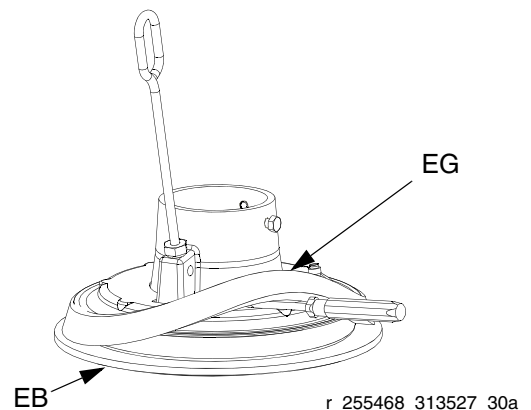

FIG. 11
1. *Trabajando desde el fondo*, utilice un destornillador para presionar el separador (EG) y dejarlo suelto. Haga subir totalmente el separador por encima del borde del plato seguidor. Vea FIG. 11.